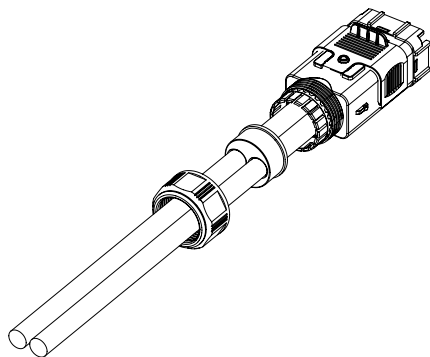

Figura 5-18
4) allenti la ghiandola del coperchio impermeabile, ma non la tolga. Far passare i cavi della batteria attraverso la ghiandola, l'anello impermeabile e il coperchio impermeabile in sequenza, come mostrato nella figura 5-18.